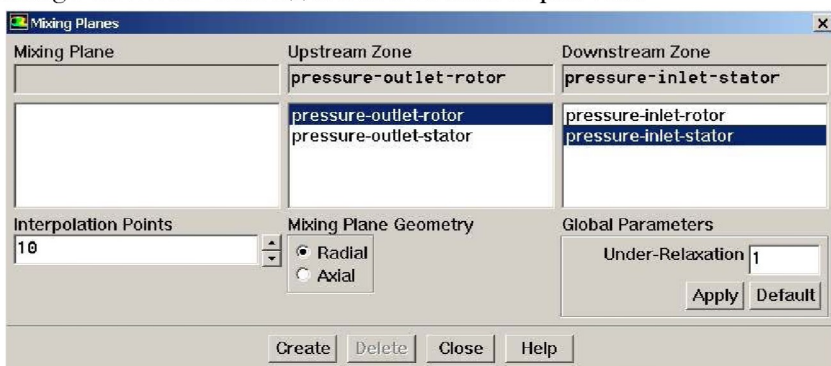

Рис. 7.11. Меню задания поверхности смещения *Define* → *Mixing Plane*
4. Поверхность смещения описывается с помощью команды *Define* → *Mixing Plane*. Внешний вид ее меню показан на рис. 7.11.